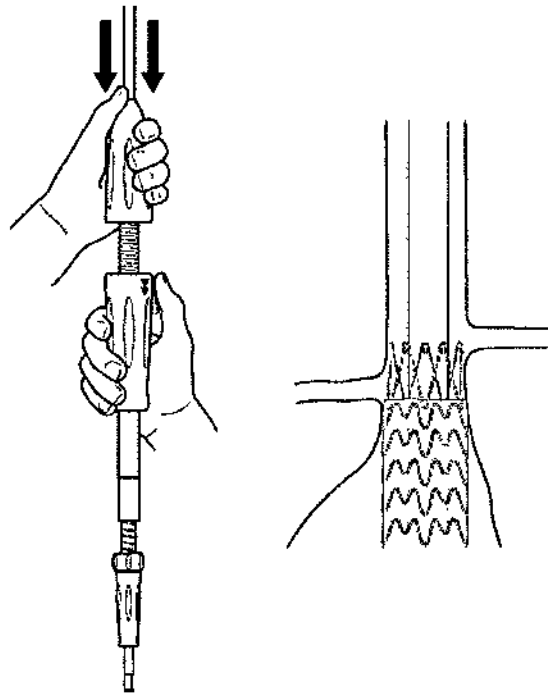

Figura 14. Retirada del sistema de liberación
3. Tire hacia atrás del activador del deslizador externo y mantenga este inmóvil mientras lleva la empuñadura frontal hacia el deslizador (Figura 14).